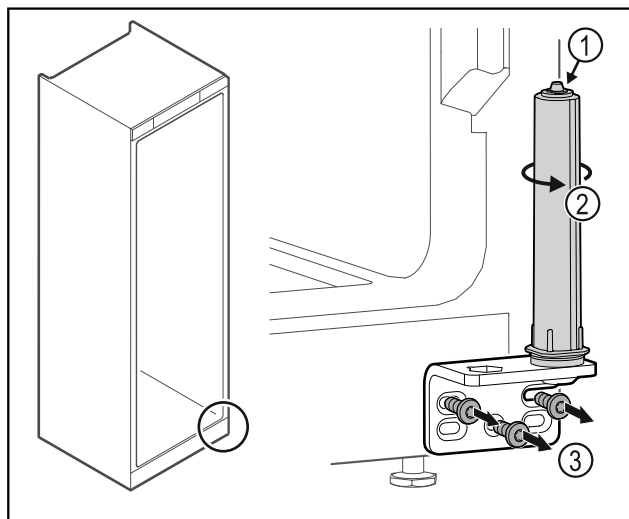

Fig. 25
- Nerozoberajte systém zatvárania dverí Fig. 25 (1).
- ▶ Otáčajte systém zatvárania Fig. 25 (2), kým nezacvakne.
- ▶ Odskrutkujte uholník závesu Fig. 25 (3).